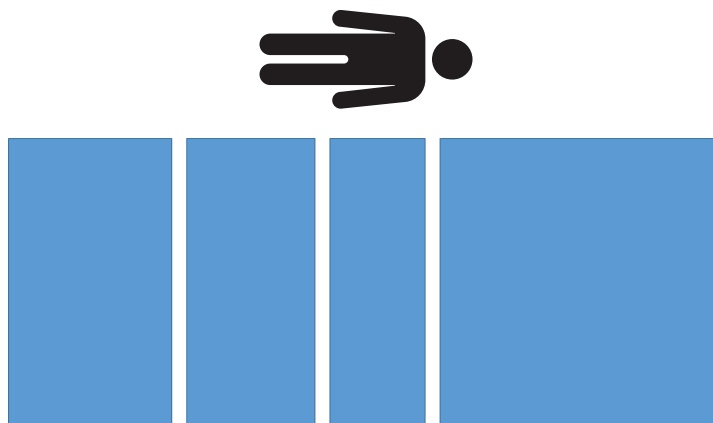

Figura 12 – Preîncărcare - fără masă
28. Îndepărtați toate greutatele calibrate de pe produs (Figura 12).